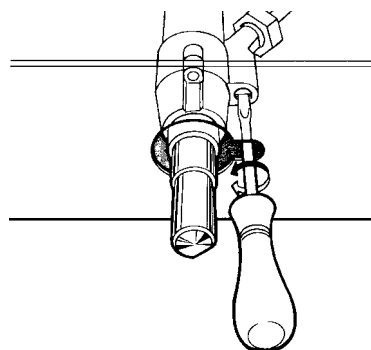

fig.9
- enlevez la manette du robinet et effectuez le réglage au moyen de la vis de réglage située à côté de la tige du robinet (fig.9) en utilisant un tournevis (en dévissant la vis le minimum augmente, tandis qu'en la vissant il diminue).